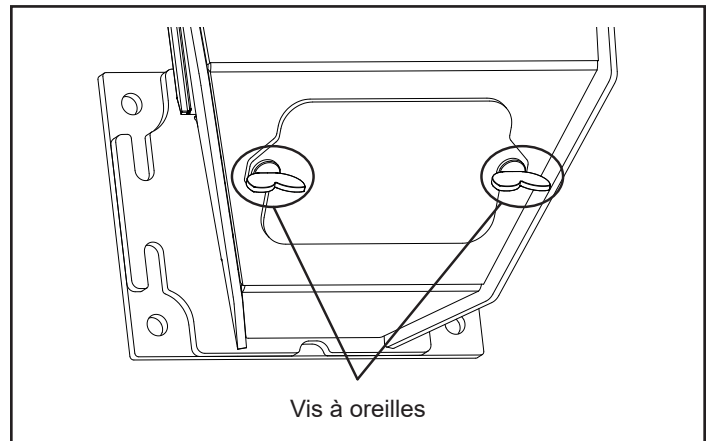

Figure 2.4
- Desserrez les (2) vis moletées situées sur le coin inférieur avant du creuset. Figure 2.4